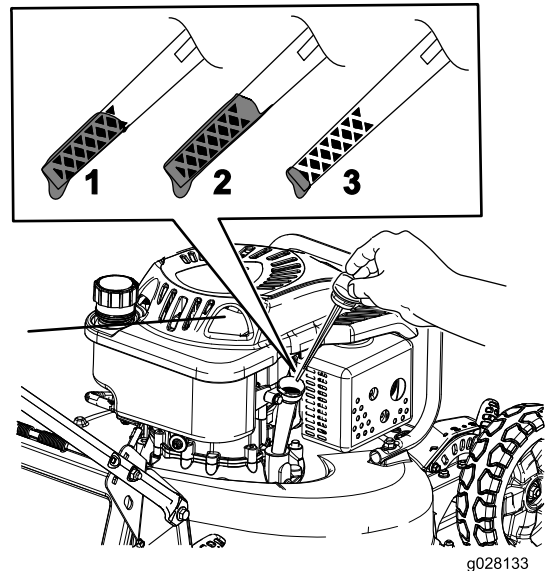

Figure 8
2. Retirez la jauge (Figure 8) et versez de l'huile dans le tube de remplissage pour remplir le carter moteur aux 3/4.
5. Sortez de nouveau la jauge et vérifiez le niveau d'huile (Figure 8).